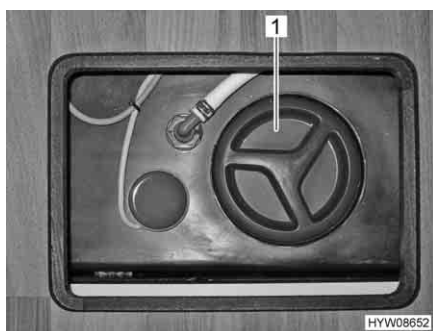

Fig. 228 Apertura per la pulizia sul serbatoio delle acque grigie
Ubicazione Il serbatoio delle acque grigie si trova nel gradino del letto in coda (Fig. 228). All'apertura per la pulizia si accede dallo sportello del pavimento.
- A questo scopo aprire l'apertura per la pulizia (Fig. 228,1) per il serbatoio delle acque grigie e il rubinetto di scarico.